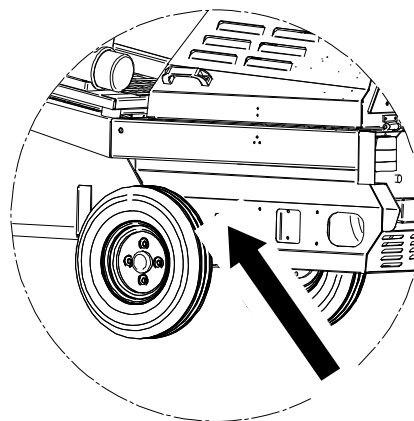

FIG.12
-Graisser tous les jours par le trou figure 12